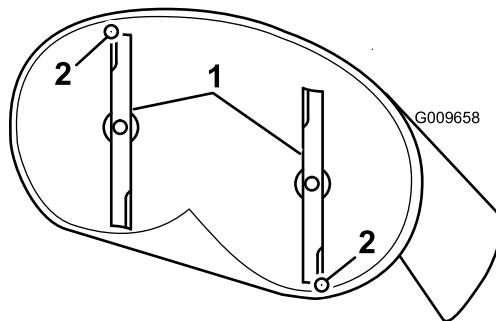

Figura 59
4. Gire cuidadosamente las cuchillas colocándolas en el sentido de avance de la máquina (Figura 59).
5. Mida entre la punta de la cuchilla delantera y la superficie plana y entre la punta de la cuchilla trasera y la superficie plana (Figura 59).
- D. Despues de realizar el ajuste, compruebe de nuevo la inclinación longitudinal, y siga ajustando la tuerca hasta que la punta de la cuchilla delantera esté entre 1,6 y 7,9 mm (1/16 a 5/16 pulgada) más baja que la punta de la cuchilla trasera (Figura 59).